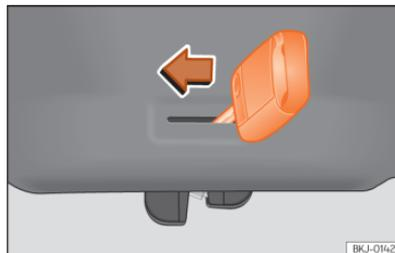

Fig. 58 Pormenor da bagageira: destrancagem de emergência.
- Introduza o palhetão da chave na ranhura e desloque a chave no sentido da seta até que a fechadura desbloqueie >>> Fig. 58.